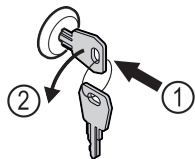

Fig. 123
- ▶ Dugja be a kulcsot. Fig. 123 (1)
- ▶ Forgassa el a kulcsot 90°-kal az óramutató járásával ellenkező irányba. Fig. 123 (2)